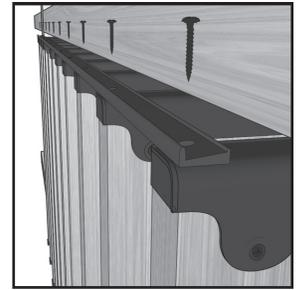

Figure 6
**STEP 6** To install operating bar, turn the boards outward and parallel to one another, with the top holes at the end of the bracket facing inwards towards your enclosed area. Fasten the pre-punched operating bar onto the bracket using the bar screws supplied (#6, 3/4 inch) ensuring the lip of the operating bar is facing upwards (Figure 6).
**ÉTAPE 6** Pour installer la barre de manœuvre, tourner les planches vers l'extérieur et les placer en parallèle, les trous de vis sur le dessus des supports orientés vers l'aire clôturée. Visser la barre de manœuvre préperçée sur les supports à l'aide des vis fournies (no 6, 1 po), en s'assurant que le rebord de la barre de manœuvre est orienté vers le haut (Figure 6).